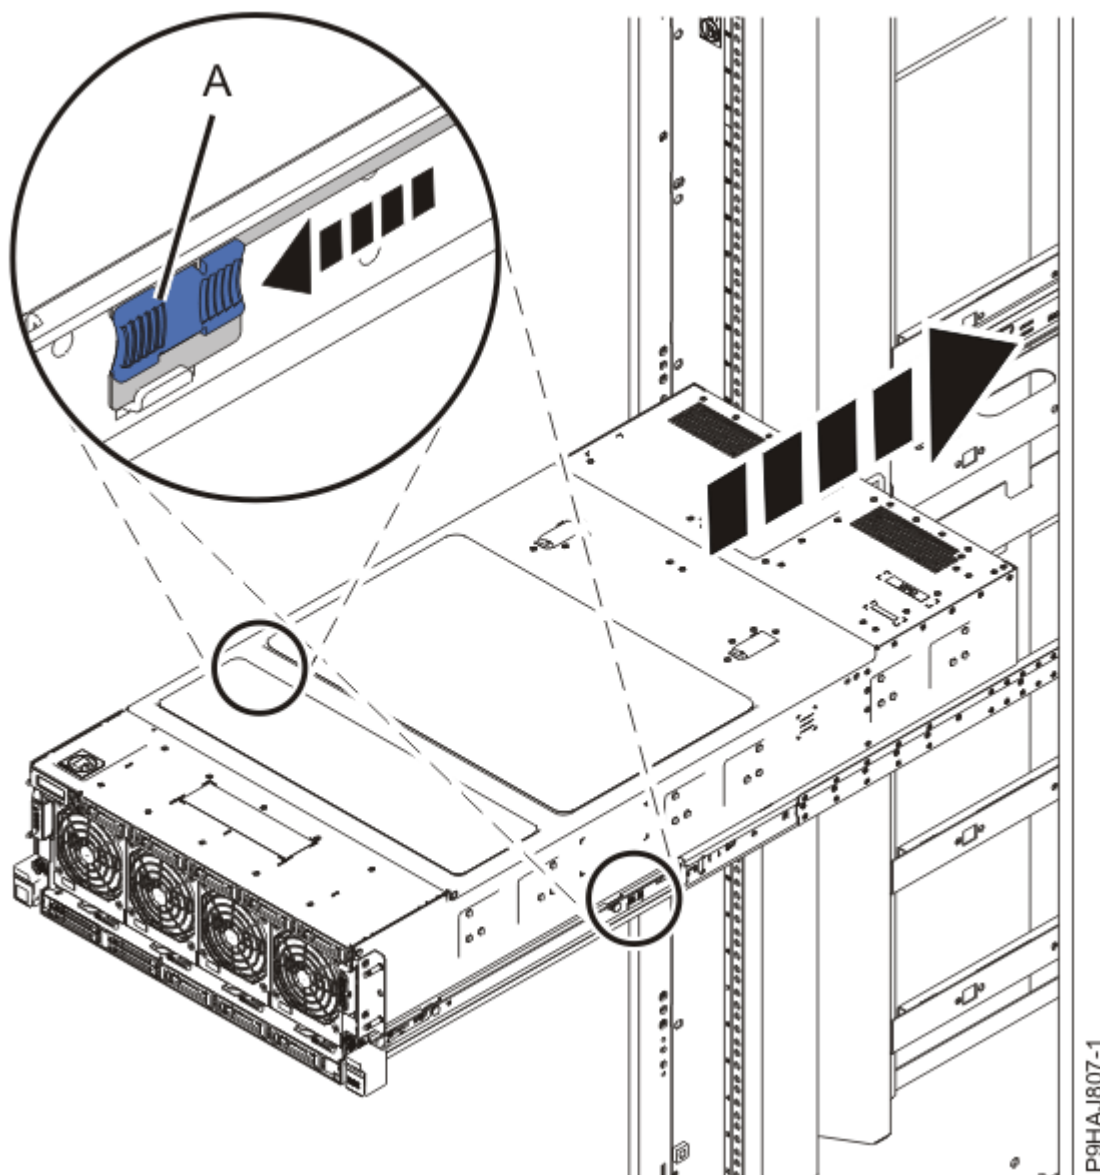

Figura 18: Liberación de los pestillos en el medio de los rieles y empuje del sistema en el bastidor
2. Sitúese en la parte frontal del bastidor. Libere los pestillos en el medio de los rieles (**A**) y empuje el sistema hasta la mitad del bastidor, como se muestra en la Figura 18 en la página 20.